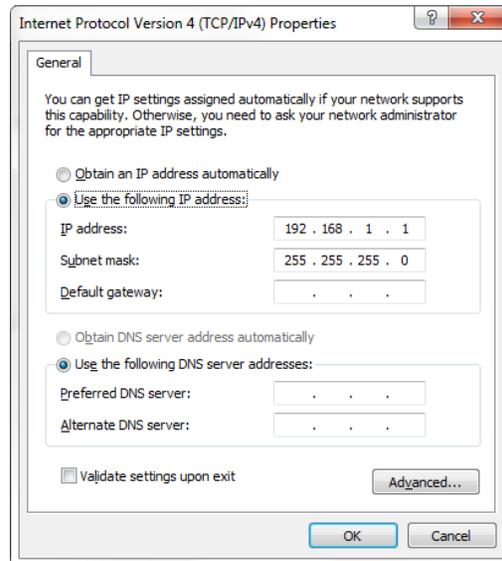

Abbildung 67: Konfiguration der IP-Adresse und der Subnet-Mask
- 14) Konfigurieren Sie die IP-Adresse und das Subnetz (siehe *Abbildung 67*).